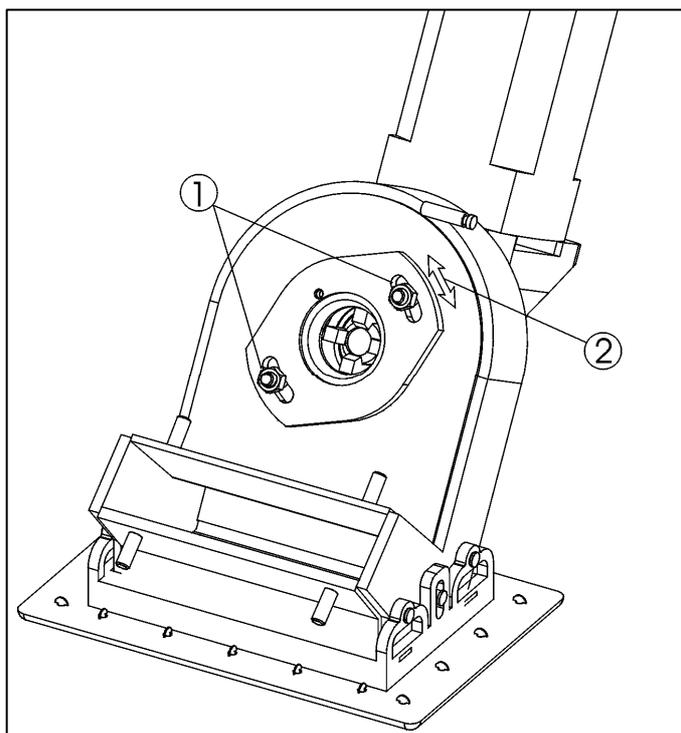

Bild 7.2
- Die Lage der Zuteilhülse wird durch die Zuteilhüsenklemmplatte (2) bestimmt. In Mittelstellung steht die obere Kante des Fensters der Zuteilhülse verglichen mit dem Zifferblatt der Uhr, auf 11.30 Uhr. (siehe Bild 7.2). Sie können die Einstellung in beide Richtungen um  $12,5^\circ$  korrigieren.
- Lösen Sie die beiden Muttern (1) und justieren Sie die Zuteilhüsenklemmplatte (2) neu.
- Fixieren Sie die Zuteilhüsenklemmplatte anschliessend wieder durch Festziehen der beiden Muttern (1).